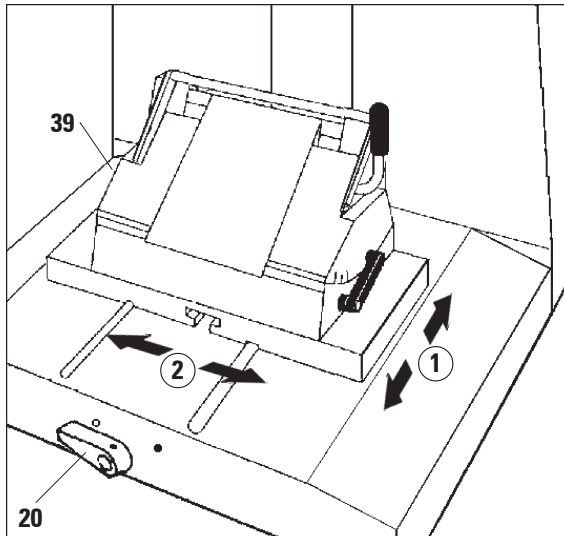

Fig. 26
- Aflojar la palanca (20, Fig. 26) situada en la parte frontal de la placa base del microtomo girándola en el sentido contrario a las agujas del reloj.
- Sujetar la palanca (20) girándola en el sentido de las agujas del reloj.